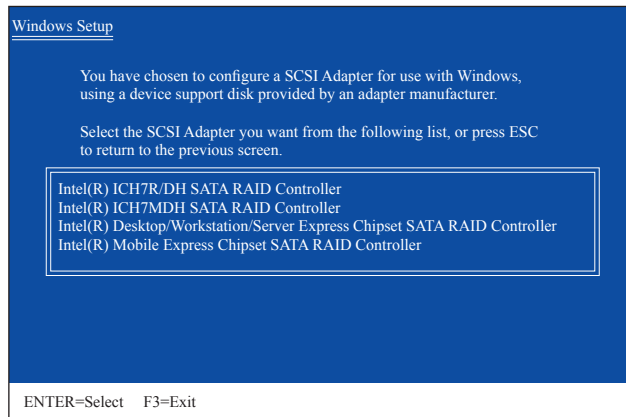

図 2
SATA RAID/AHCIドライバを含むフロッピーディスクを挿入し、<Enter>を押します。次に、以下の図 2 のようなコントローラメニューが表示されます。**Intel(R) Desktop/Workstation/Server Express Chipset SATA RAID Controller** を選択し、<Enter>を押します。AHCIモードの場合、キーボードの矢印キーを使用して **Intel(R) Desktop/Workstation/Server Express Chipset SATA AHCI Controller** アイテムにスクロールし <Enter> を押します。